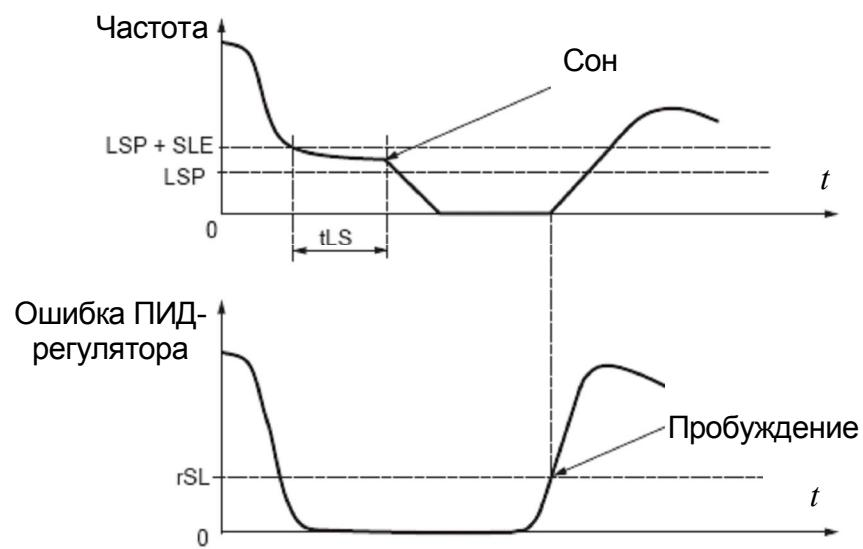

Рис. 9.10. Действие функции «Ночной/дневной режимы»
- ошибка ПИД-регулятора превышает уровень, заданный параметром rSL, [PID wake up thresh.], [Уставка пробуждения ПИД-рег.] (см. рис. 9.10);